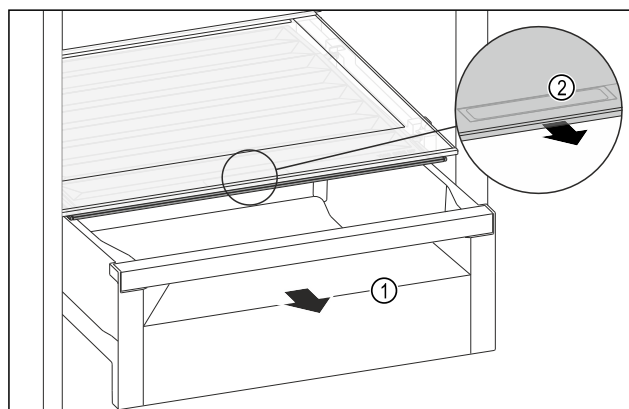

Fig. 145
- Tërhiqni jashtë sirtarin Fig. 145 (1).
- Kapni dorezën e futur Fig. 145 (2) në kapakun e ndarjes dhe në të njëjtën kohë tërhiqni përpara kapakun e ndarjes.